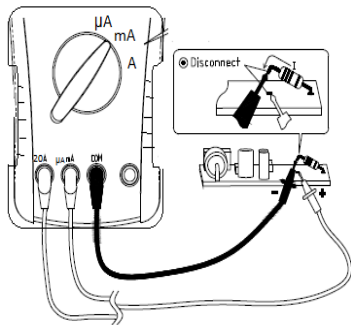

Рис.7.4
4. Подключить измерительные провода последовательно с источником тока (рис.7.4).